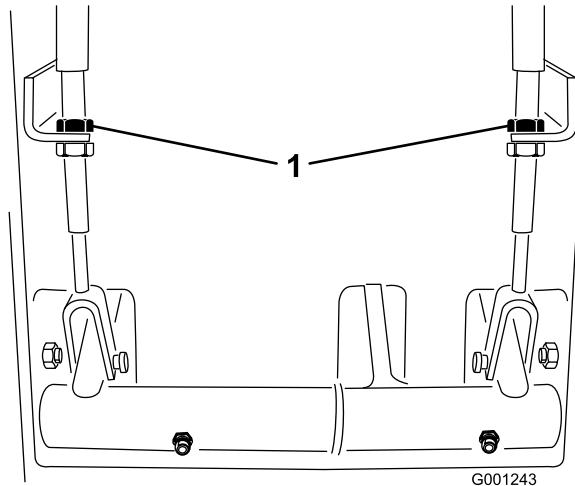

Figura 63
- Para reduzir a folga dos pedais dos travões, aperte os travões desapertando a porca dianteira que se encontra na extremidade rosada do cabo dos travões (Figura 63). Em seguida, aperte a porca traseira para deslocar o cabo para trás até que os pedais dos travões tenham uma folga de 13 a 25 mm.